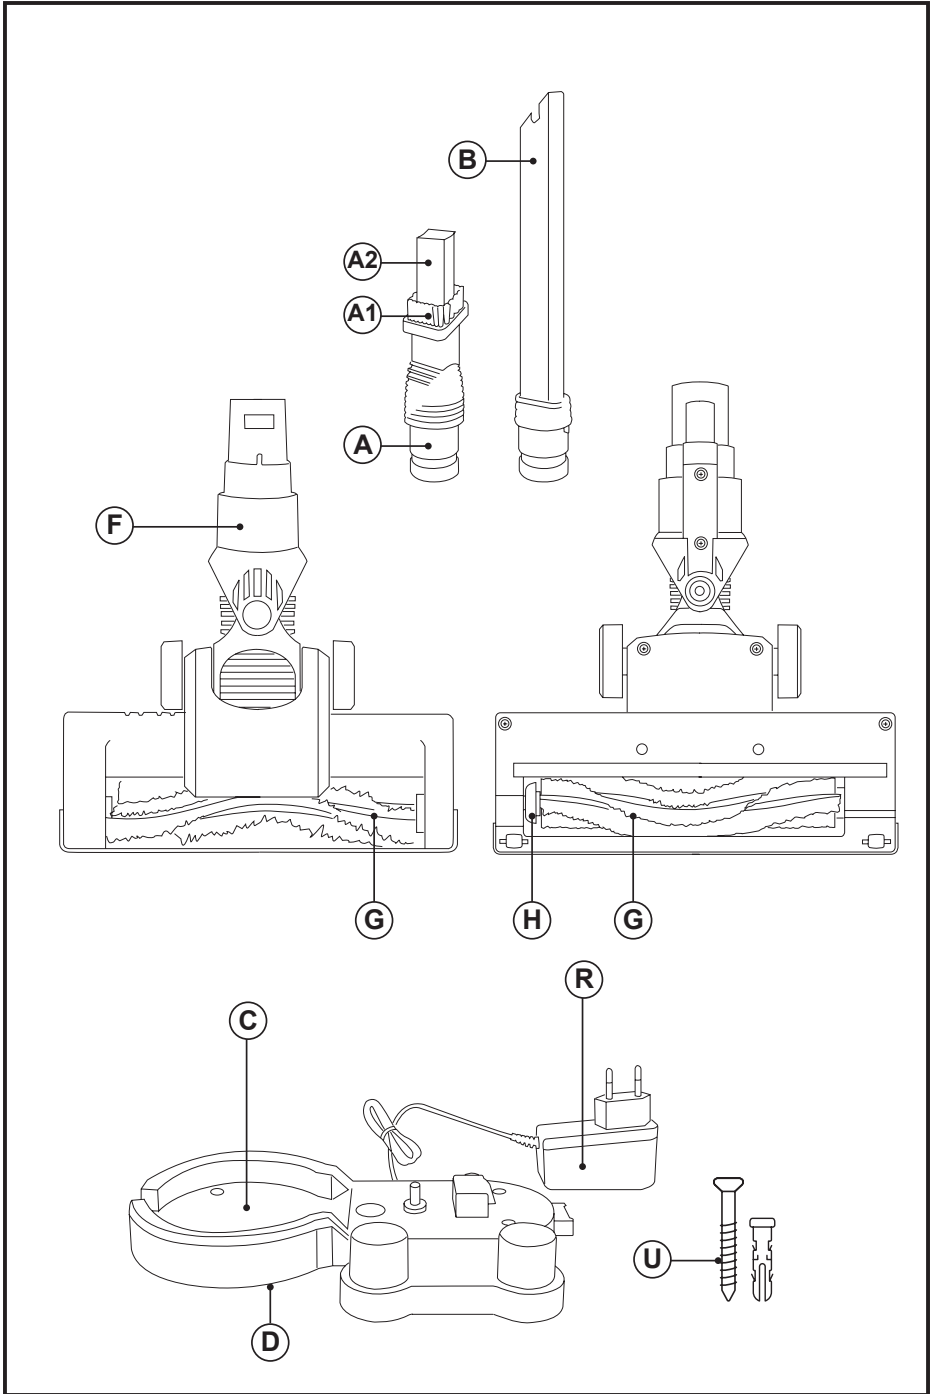

Fig.1
- Respetar la indicación de nivel MAX (Fig. 1).